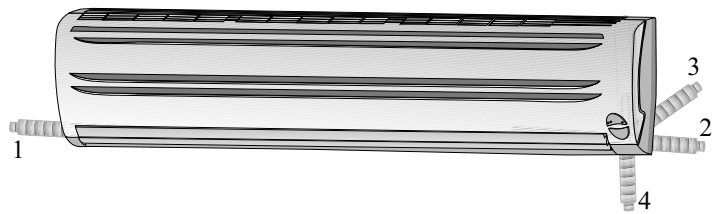

Fig. 4
- Las líneas de refrigeración pueden ser dirigidas en cualquiera de las cuatro direcciones presentadas en la Fig. 4.